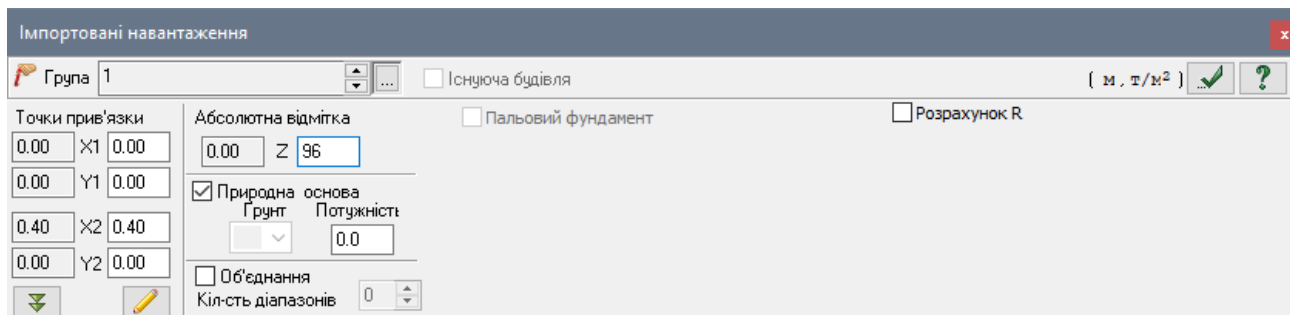

Рис. 9.26. Діалогове вікно **Імпортовані навантаження**
- В цьому вікні задайте величину абсолютної відмітки, відповідну висотній прив'язці розрахункової схеми в моделі ґрунту,  $Z = 96$  м (рис. 9.26).